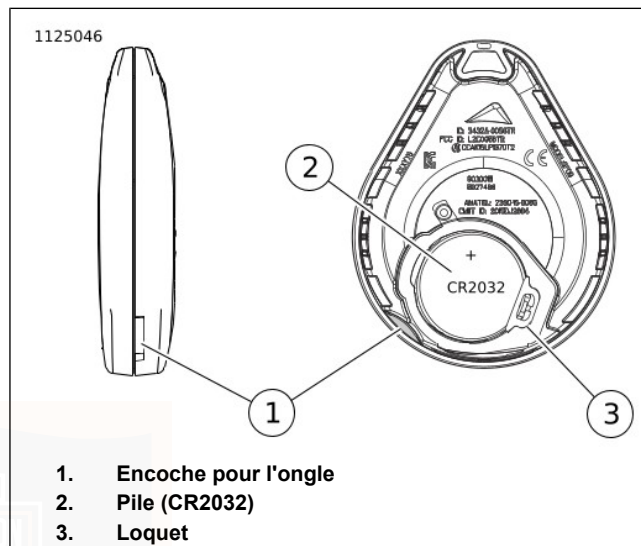

Figure 14. Remplacer la pile du porte-clés
- Voir Figure 14 . Le numéro de série du porte-clés se trouve aussi à l'intérieur du porte-clés.
1. Voir Figure 14 . Pour ouvrir le porte-clés, faire tourner une lame mince dans la fente (1).
2. Déposer la batterie (2) et la mettre au rebut conformément à la réglementation locale.